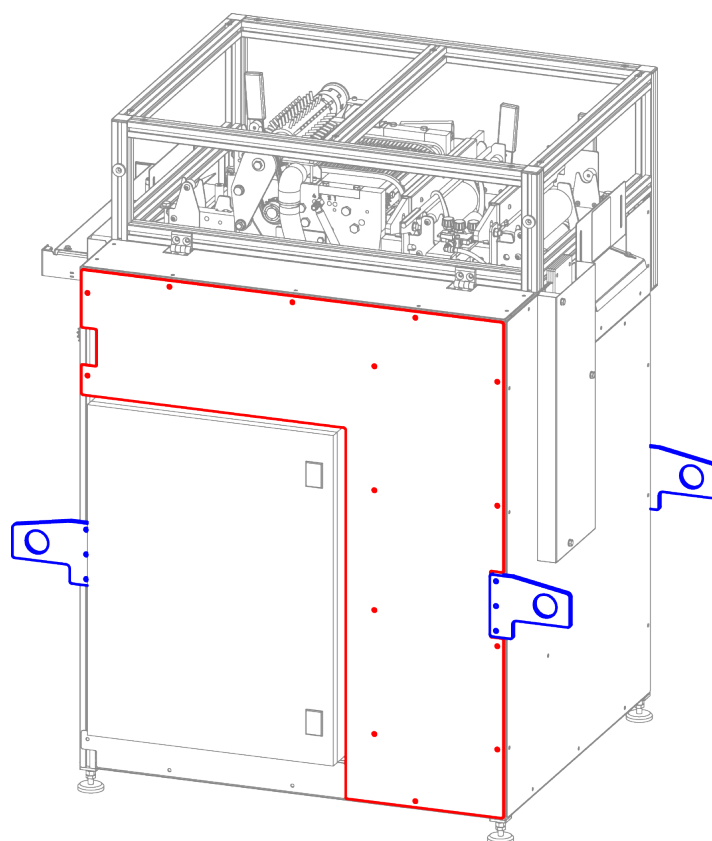

Figura 4.4.1 – Rimozione delle piastre di sollevamento e della lamiera di copertura
- Rimuovere dalla struttura principale le 4 piastre di ancoraggio per il sollevamento. Per effettuare questa operazione togliere le 3 viti che fissano ogni piastra (vedi dettaglio in blu Figura 4.4.1).
- Togliere la lamiera protettiva che circonda il quadro elettrico (vedi dettaglio in rosso Figura 4.4.1).